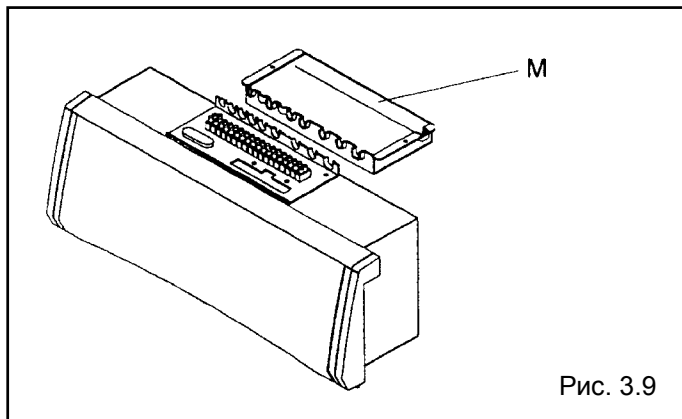

Рис. 3.9
- отверните два крепежных винта и откройте защитную крышку клеммной колодки М (рис. 3.9);